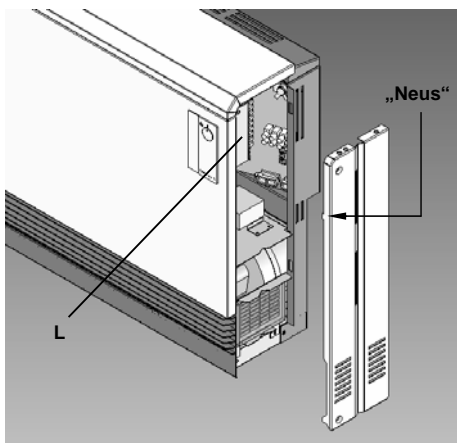

Fig.18 Zijwand-„neus“ in vasthoudplaat regelaar
**Attentie:** Bij het opschroeven van de rechter zijwand opletten dat de „neus“ in het bovengedeelte van de zijwand in de vasthoudplaat van de regelaar (L) steekt (fig. 18).